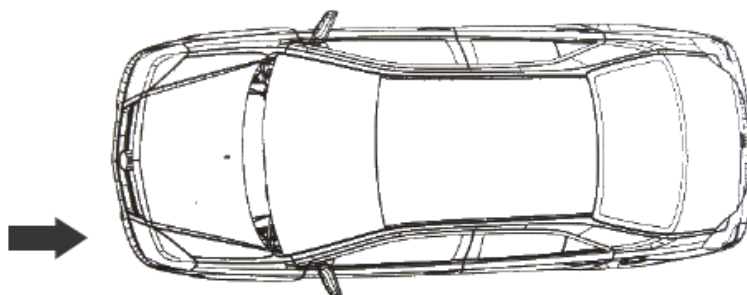

Рис. 614. Внешнее воздействие спереди или слева.
2. Внешнее воздействие спереди или слева. (Рис. 614)
Как показано на Рис. 614, при внешнем воздействии спереди или слева, энергия внешнего воздействия распространится через точку установки передней подвески с левой/правой стороны капота, поэтому, в этом месте вероятно появление деформации.